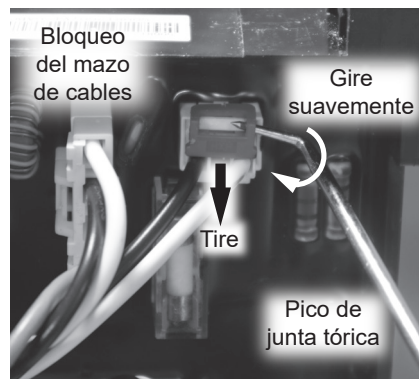

Figura 47 - Retiro del bloqueo del mazo de cables rojo
- 8 En el punto de conexión "A2", use un pico de junta tórica para aplicar presión en el punto que se indica en la Figura 47 mientras se tira del mazo de cables desde la placa. Retire el "bloqueo" y déjelo a un lado en un lugar seguro para volver a instalarlo.